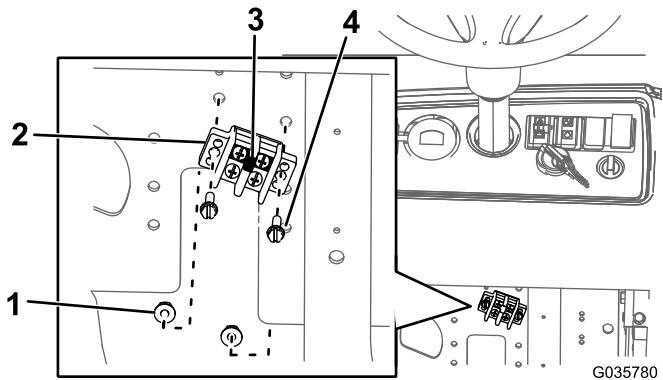

図 13
- A. ジャンパストリップをアース用ブロックに接続する図 13。
- B. アースブロックをマウントプレートに取り付けるボルト#10 x 3/4 インチ2本とナット#102個を使って図 13 のように取り付ける。